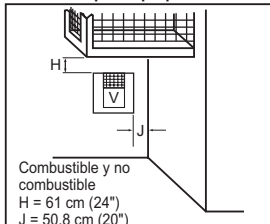

Figura 7 - Distancias mínimas del armazón para la tapa de terminación
- Para determinar la ubicación de la tapa de terminación, es importante tomar en cuenta las distancias mínimas indicadas en la figura 7, en la página 8.